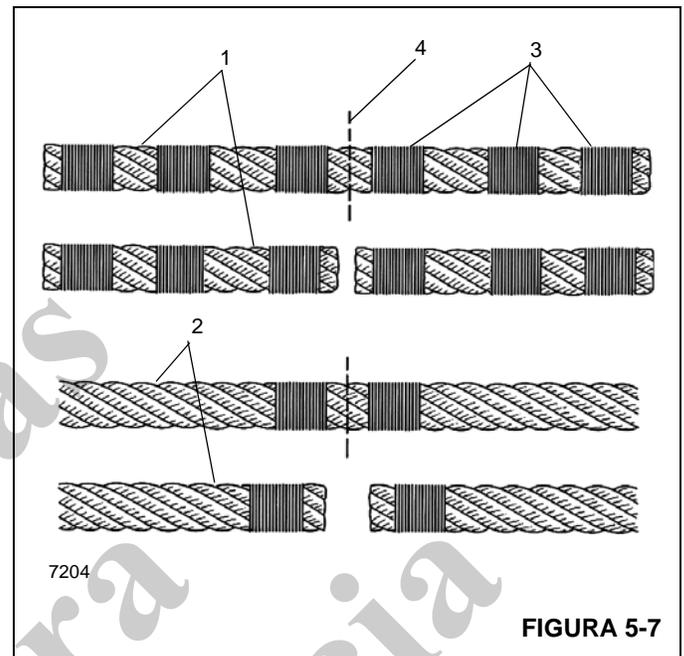

FIGURA 5-7
**NOTA:** Um cabo de aço não pré-formado (1) (Figura 5-7) deve ter três amarrações (3) feitas em cada lado do corte (4), em comparação com o cabo de aço pré-formado (2).